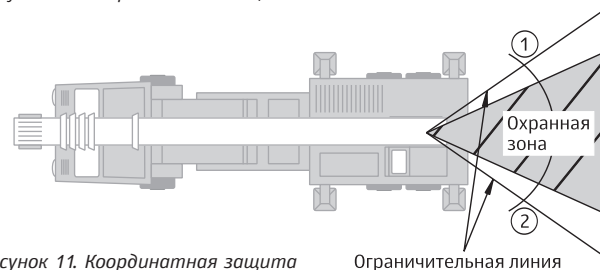

Рисунок 11. Координатная защита «Поворот влево», «Поворот вправо»
- «поворот влево», «поворот вправо» (рисунок 11).
- осуществить поворот стрелы до границы охранной зоны, представленной в виде воображаемой вертикальной плоскости, проходящей через ось вращения поворотной платформы крана (рисунок 11);